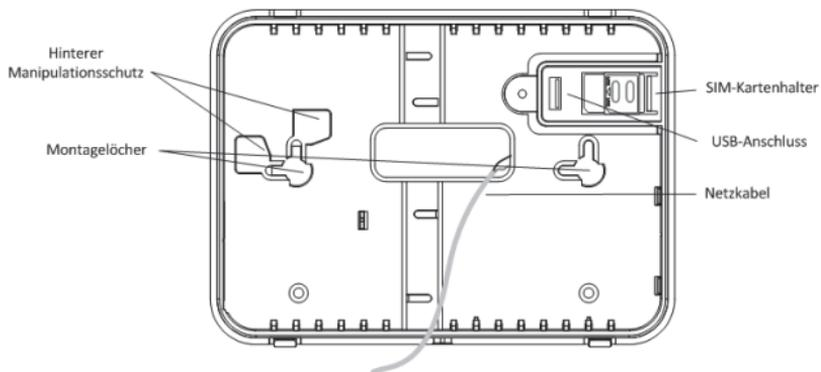

Abbildung 1: Gehäuserückseite
4. Führen Sie die notwendigen Kabel durch die Kabelöffnung, die sich auf der Gehäuserückseite befindet (z.B. die Netzleitung und die Telefonleitung) und schließen Sie die Kabel an (Abbildung 1)